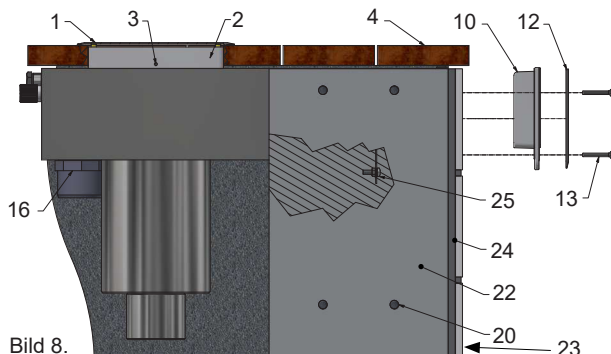
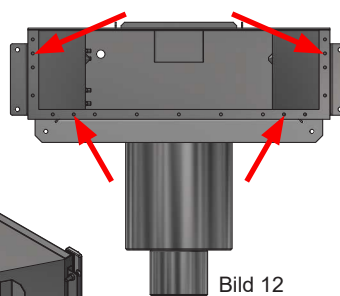

Bild 8.
Bild 12.
7. Montera väggbeklädnad (fix, kakel, mosaik etc.). Säkerställ att monteringshålen (enlig bild 12) för fästramen är fria så att fästramen går att montera senare.
8. Montera klaffluckan (17) och kontrollera att den sitter korrekt på plats och kan röra sig.
9. Montera fästramen (10) och fronten (12) med medföljande skruvar (4st M5x40), se bild 8.
12. Avrinningsröret (14) limmas i muffen (15) med lämpligt PVC-lim och monteras i bräddavloppet med medföljande packning och nippel (16). Anslut rörkopplingar till överbräddningen.
- Kapa ev. plastkragen (2) i höjdled så att den passar i förhållande till ytbeläggningen runt poolen.
- Tryck ner kragen mot bräddavloppet. Fixera kragen med bifogade skruvar (3).
14. Tryck ner locket (1) i kragen.